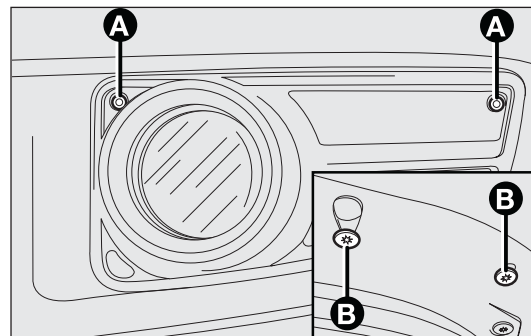

fig. 149
- svitare le due viti A e B-fig. 149 fissaggio fendinebbia su paraurto e sfilare la mostrina completa di fendinebbia, scollegando il connettore;